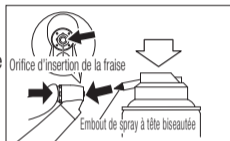

Fig. 10
❶ Montez l'embout de lubrification à tête biseautée sur le raccord de la bombe d'aérosol.
❷ Lubrifiez le mandrin directement via l'orifice d'insertion de la fraise (Fig. 10).